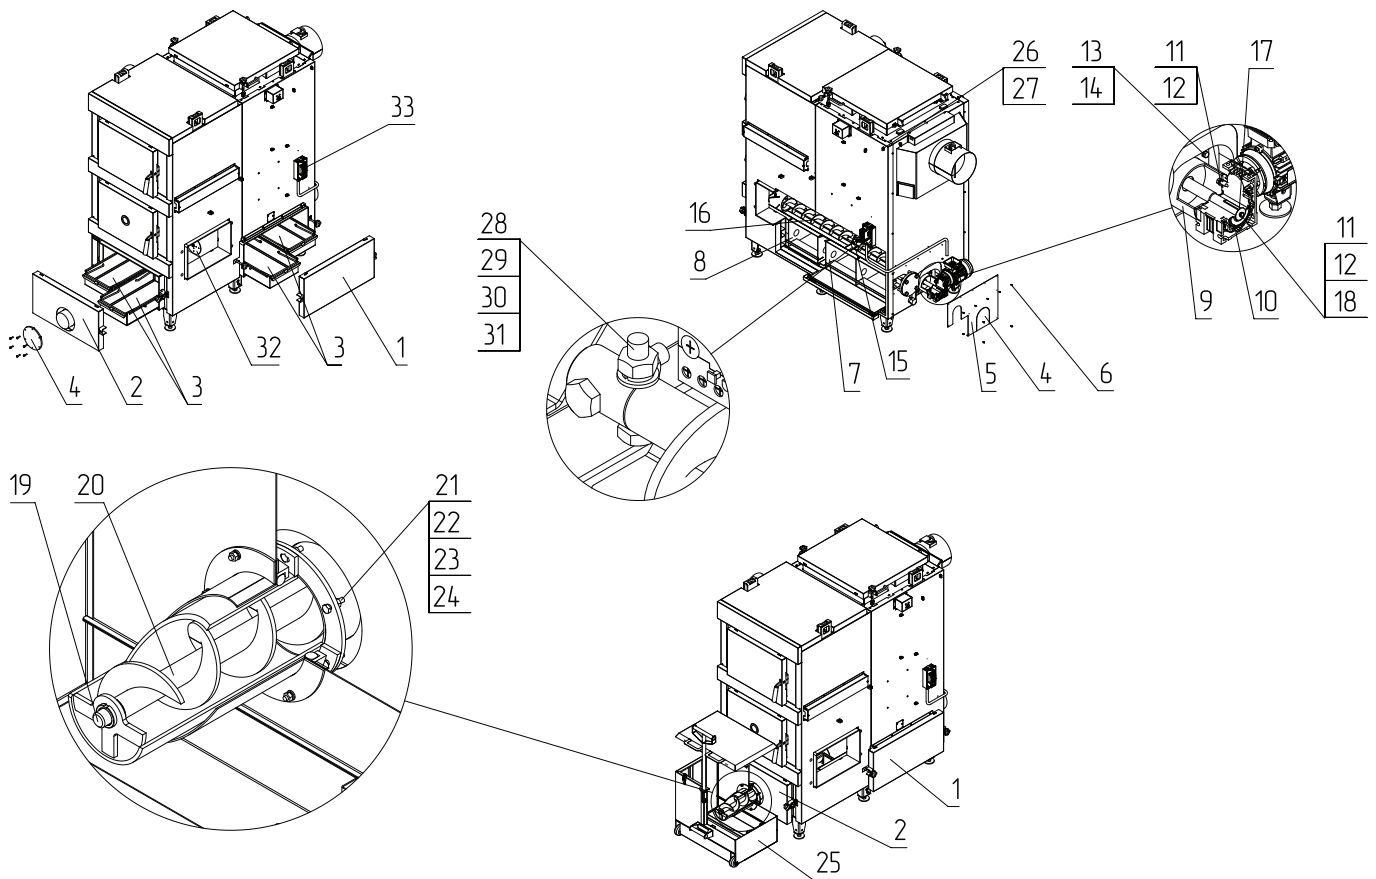

Рис.9 Монтаж механизма золоудаления
1. Снимите прочистную и зольную дверцы (**Рис.9, поз.1, поз.2**);
2. Извлеките зольные ящики (**Рис.9, поз.3**);
3. Снимите заглушку мотор - редуктора (**Рис.9, поз.5**) с задней стенки котла, открутив саморезы (**Рис.9, поз.6**);
4. Уберите заглушку топочную (**Рис.9, поз.32**);
5. Установите скат золоудаления большой (**Рис.9, поз.7**);
6. Установите шнек большой (**Рис.9, поз.15**), продев через патрубки теплообменника;
7. Установите шнек малый (**Рис.9, поз.16**), продев через латунную втулку;
8. Соедините шнеки (**Рис.9, поз.15;16**) при помощи крепежа (**Рис.9, поз.28; 29; 30; 31**);
9. Установите скат большой (**Рис.9, поз.7**);
10. Установите скат малый (**Рис.9, поз.8**) 2 шт;
11. Соберите фланец (**Рис.9, поз.9**) с мотор - редуктором (**Рис.9, поз.10**) болтами с шайбами (**Рис.9, поз.11, поз.12**);
12. Закрепите на заднюю стенку котла болтами с шайбами (**Рис.9, поз.13, поз.14**), согласно **рисунку 9**;
13. Установите шпонку (**Рис.9, поз.17**);
14. Зафиксируйте болтом с шайбами (**Рис.9, поз.11; 12; 18**) на мотор - редуктор (**Рис.9, поз. 10**);
16. Прикрепите заглушку мотор - редуктора (**Рис.9, поз. 5**) саморезами (**Рис.9, поз. 6**);
17. Снимите с зольной дверцы (**Рис.9, поз. 2**) заглушку (**Рис.9, поз. 4**);
18. Установите на место двери (**Рис.9, поз. 1, поз. 2**);
19. Установите на зольную дверцу (**Рис.9, поз.2**) патрубков (**Рис.9, поз.20**);
20. Зафиксируйте при помощи крепежа (**Рис.9, поз. 21; 22; 23; 24**);
21. Установите внешний зольный ящик (**Рис.9, поз. 25**);
22. Установите хомут - клипсы (**Рис.9, поз.26**) в отверстия на боковой стенке при помощи саморезов (**Рис.9, поз.27**);
23. Установите щит управления золоудалением (**Рис.9, поз.33**) на боковую стенку корпуса котла и зафиксируйте его саморезами (**Рис.9, поз.27**);
24. Закрепите гофрошланги от щита с помощью крепления (**Рис.9, поз.22**);